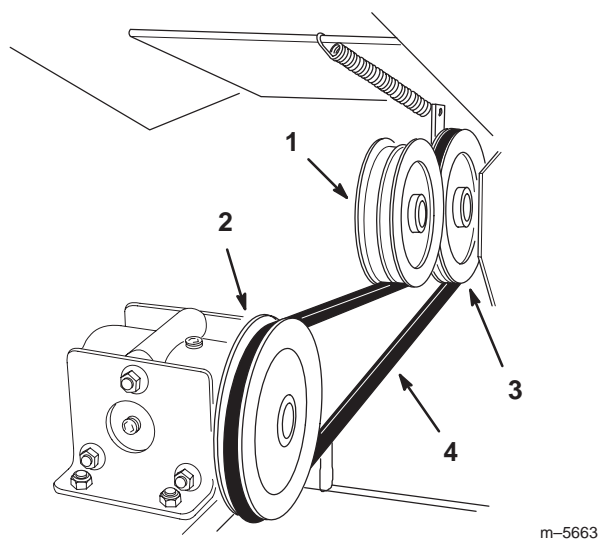

Figure 32
2. Soulevez la poulie de tension et installez la courroie d'entraînement sur la poulie de sortie du groupe de déplacement et la poulie d'entrée du boîtier d'engrenages (Fig. 32).
3. Relâchez la poulie de tension pour lui permettre de revenir en haut de la courroie d'entraînement (Fig. 32).